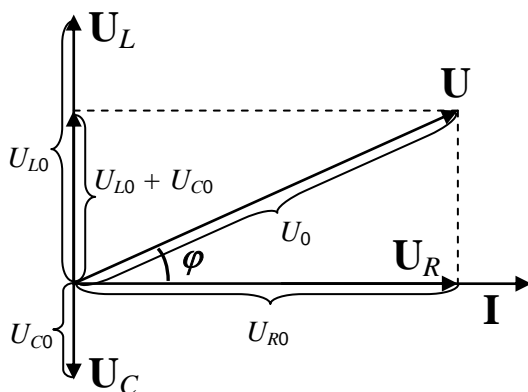

Рис. 10.3
На векторной диаграмме (рис. 10.3) этому соответствует вектор \mathbf{I} , а колебаниям соответствующих напряжений – векторы \mathbf{U}_R , \mathbf{U}_C и \mathbf{U}_L . Их расположение и длины определяются известными фазовыми соотношениями между током и напряжением для этих элементов, а также значениями омического (R), ёмкостного ($1/\Omega C$) и индуктивного